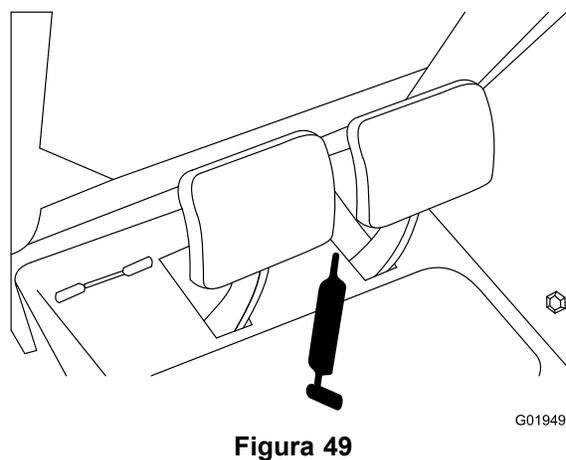

Figura 49
- Veio do pedal de travão (1) (Figura 49).